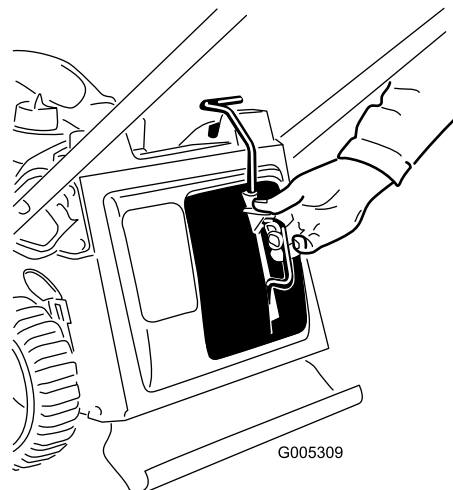

Figure 36
3. Insérez l'obturateur de broyage (Figure 36).